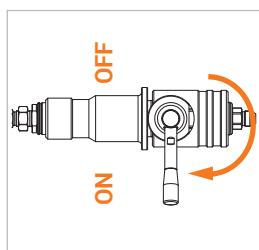

Abbildung 11
- ▶ Drehen Sie den Betätigungshebel (Pos. 3) der Füllkupplung vollständig um 180° in die ON-Position (*Abbildung 11*). **Wenn sich der Betätigungshebel nicht leicht drehen lässt**, nehmen Sie den Servicenippel nochmals heraus und setzen ihn erneut ein.